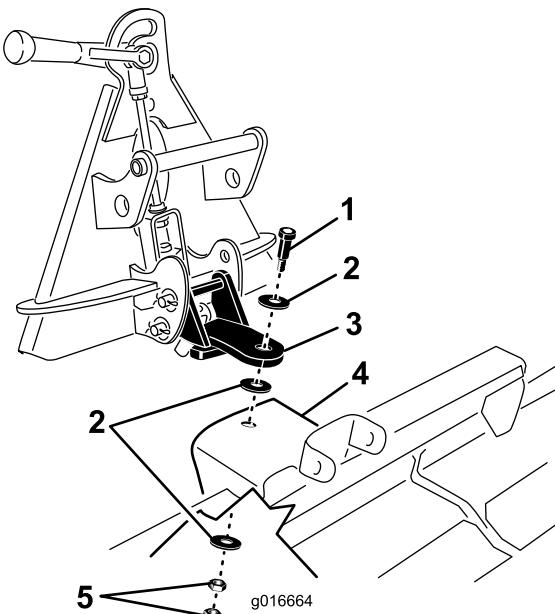

Figure 3
1. Fixez le pivot au râteau d'entretien avec un boulon à épaulement, (2) rondelles et (2) écrous de blocage, en le positionnant comme illustré à la Figure 3.